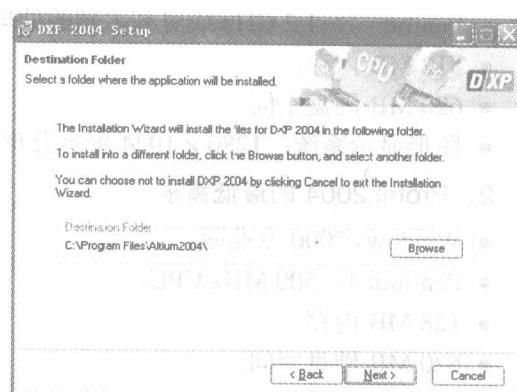

图 1-4 选择安装路径
(4) 单击 **Next >** 按钮进入如图 1-4 所示的 Protel 2004 安装路径窗口。在该窗口中用户可选择安装路径, 单击 **Browse** 按钮直接在硬盘中进行浏览选择。一般选择默认的缺省路径“C:\Program Files\Altium2004”。